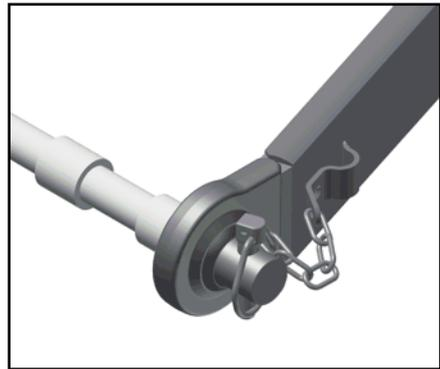

Abb. 5.91
7. Das Gerät mit den dafür vorgesehenen, in die kugelförmigen Scheiben einzusetzenden Zapfen an den Unterlenkern befestigen und diese mit den Sicherheitsstiften gegen Herausrutschen sichern (Abb. 5.91).